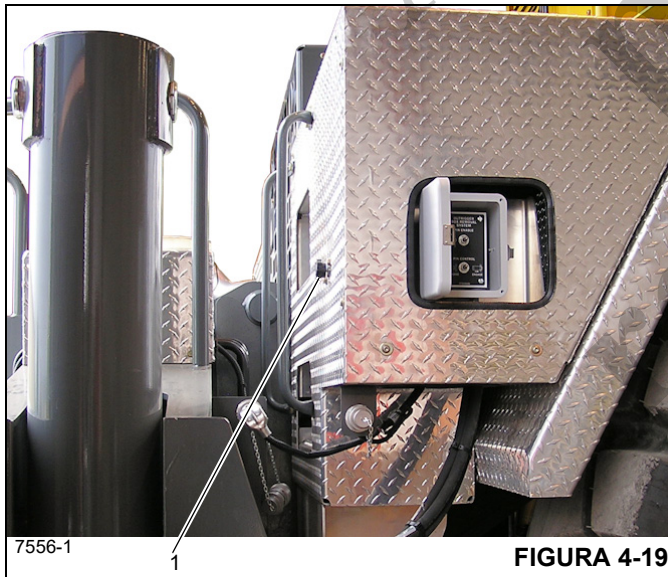

FIGURA 4-19
A válvula de sangria de pressão manual (1) (Figura 4-19) está localizada atrás do para-choque traseiro direito. A finalidade da válvula é a de reduzir o esforço necessário para separar e conectar os engates hidráulicos rápidos ao remover ou instalar as caixas dos estabilizadores dianteiro e traseiro.